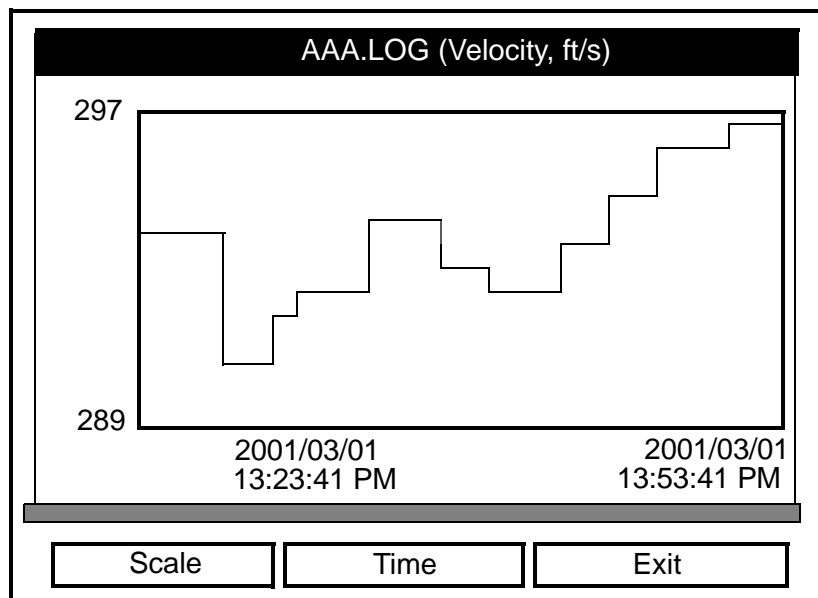

Figura 5-12: Ventana Log Graph (Gráfico de registro)
5. Si el registro contiene más de una medición, desplácese por la lista hasta resaltar el parámetro que desea visualizar en formato gráfico. A continuación, pulse [F3] (Visualizar) y aparecerá una ventana como la de la figura 5-12.